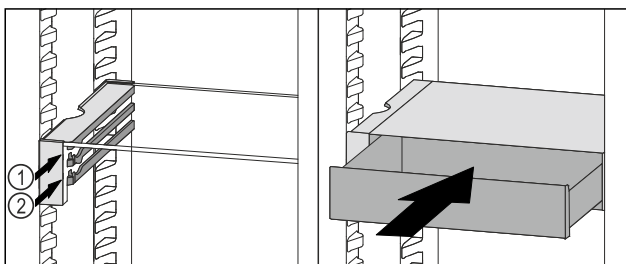

Fig. 103
- VarioSafe-Schubfach hinter den Stopperrn auf gewünschter Rippe *Fig. 103 (1)* oder *Fig. 103 (2)* aufsetzen.